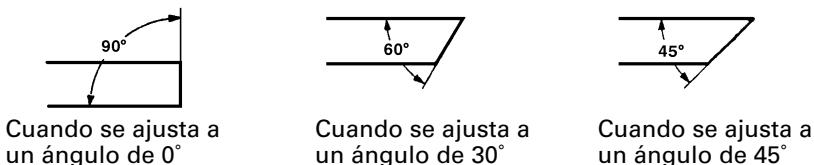

Fig. 7
4. Corte a ángulos (Figs. 7 y 8).
Afloje los dos pernos de cabeza hueca hexagonal M10 en el tornillo de banco (B), y luego ajuste la superficie de trabajo en la mordaza de tornillo a cualquiera de los ángulos de 0°, 30° ó 45°, tal como se indica en la Fig. 7.